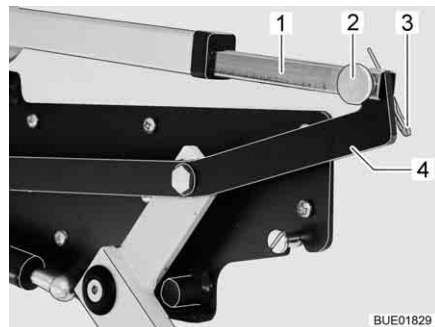

Fig. 145 Accionamiento para cama elevada
- Separar la unión entre la barra de empuje (Fig. 145,1) y la palanca (Fig. 145,4). Para ello, extraer la clavija hendida (Fig. 145,3) y el pasador (Fig. 145,2).